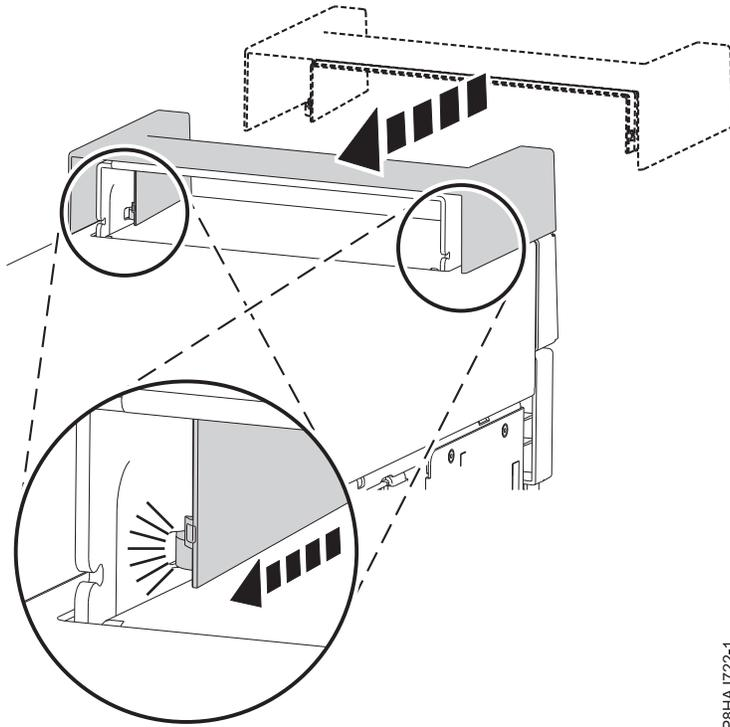

Abbildung 20. Griffabdeckung bei einem eigenständigen System vom Typ 8286-41A befestigen
1. Befestigen Sie die Griffabdeckung an der internen RDX-Andockstation (FC EUA3), indem Sie sie in Richtung der Rückseite des Systems schieben. Siehe Abb. 20.